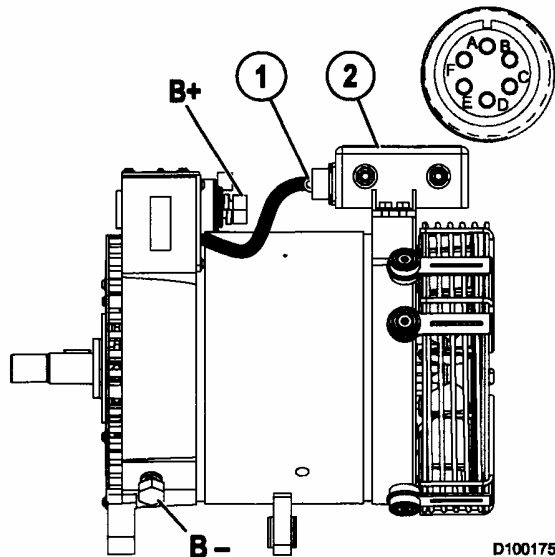

FIGURA 10-14. CONEXION DEL CABLE PUENTE DEL CONECTOR DEL ARNES DE CABLEADO
2. Conecte un conductor del medidor al pin A (F-, Figura 10-14) en el conector del arnés del regulador. Conecte el otro conductor al terminal (B-) de tierra del alternador. El DMM muestra una resistencia muy alta. Si el DMM lee menos de 100K ohms, la bobina de campo está conectada a tierra. Cambie la bobina de campo.